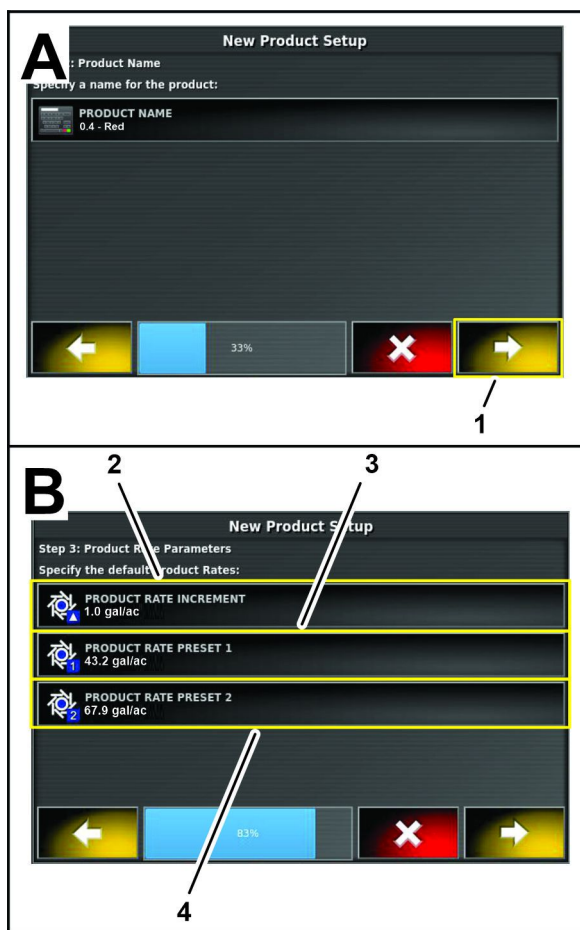

図 119
9. 新薬剤設定ダイアログボックスのステップ 3 で、散布率増減幅アイコンを押す 図 119。
11. 新薬剤設定ダイアログボックスのステップ 3 で、散布率事前設定 1 アイコンを押す 図 119。
13. 新薬剤設定ダイアログボックスのステップ 3 で、散布率事前設定 2 アイコンを押す 図 119。